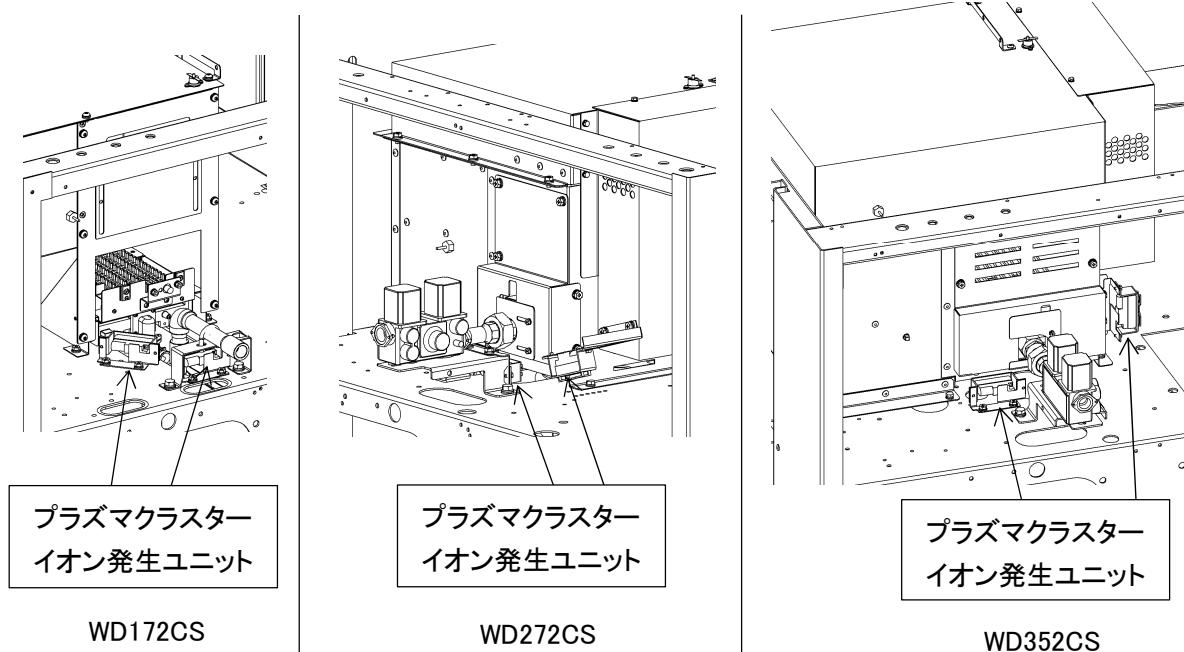

図 8-32
8. 3. 20 プラズマクラスターイオン発生ユニット(図 8-32、33、34、35)